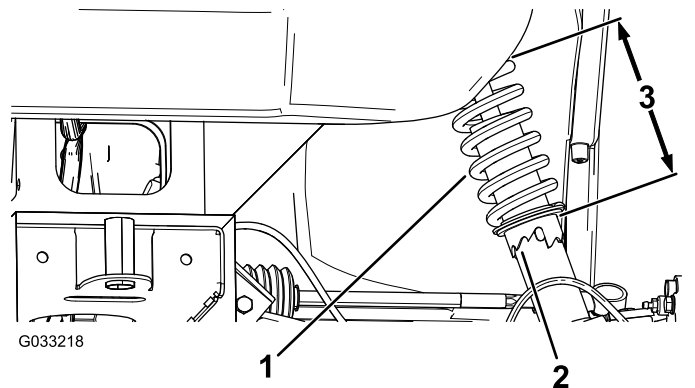

図 45
2. キャンバの調整が必要な場合には、スパナレンチでショックアブソーバのカラーを回してホイールを整列させる 図 45。